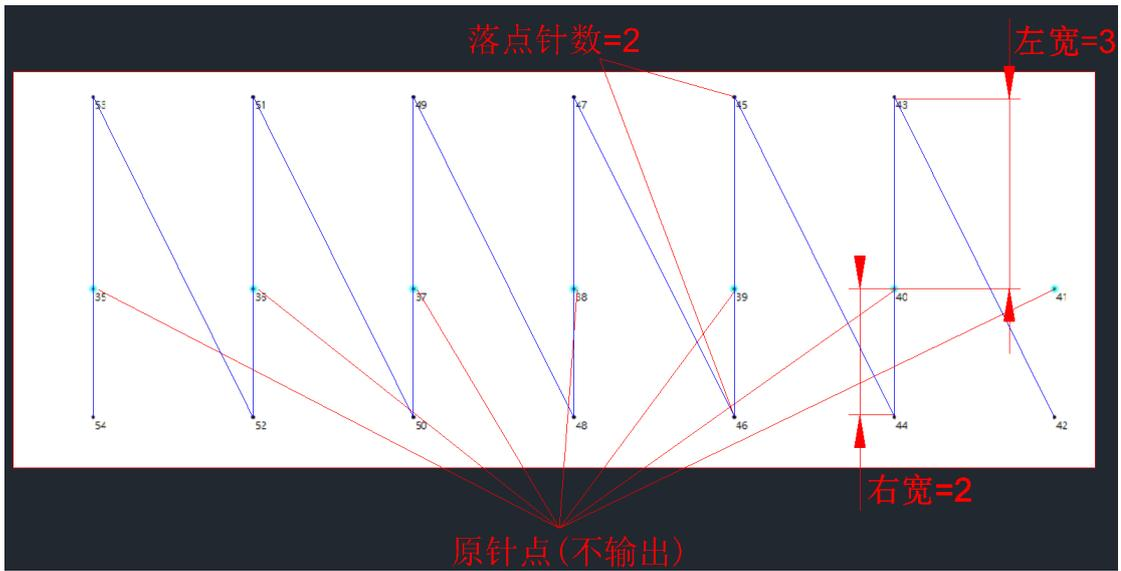

图 5.3.10g N 型缝操作示意
(3)N 型缝：以参数宽为 4，左宽为 3，右宽为 2，跨度为 3，起缝点为左，落点针数为 2，等宽取消勾选，保留原针迹(选择整段有效)勾选，曲折缝形状为 N。当针距小于跨度时只在原针点之间插入一个点。如下图 5.3.10g 所示。